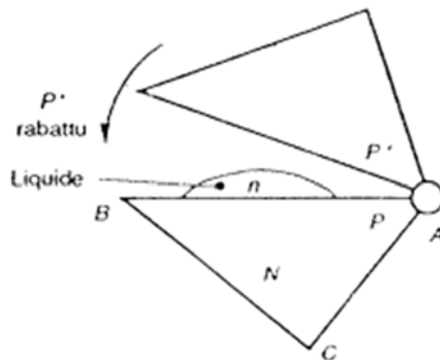

Fig. 4 : Mise en place de la substance d'indice n à mesurer
- ❖ Ouvrez le prisme **P'** et nettoyez avec un papier imbibé d'éthanol les surfaces des prismes **P** et **P'** (voir fig. 4).